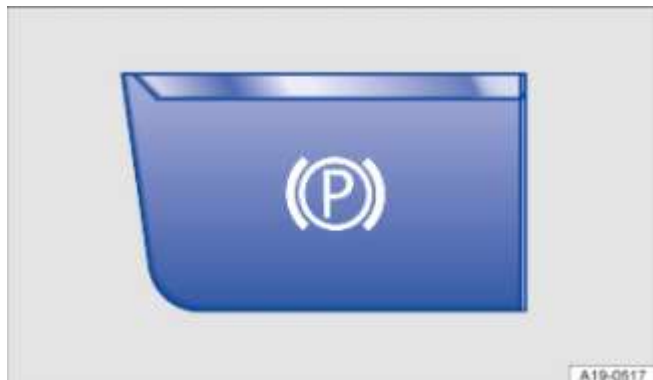
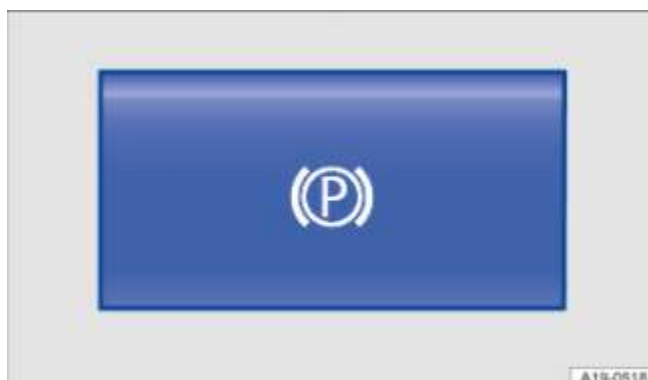

Fig. 123 Dans la console centrale : touche du frein de stationnement électronique pour boîte mécanique.
Fig. 124 Dans la console centrale : touche du frein de stationnement électronique pour boîte automatique ou à double embrayage.
Le témoin de contrôle intégré à la touche → Fig. 123, → Fig. 124 s'allume en jaune.
– Le témoin de contrôle intégré à la touche → Fig. 123, → Fig. 124 et le témoin de contrôle  du combiné d'instruments s'éteignent.
- Enfoncez la pédale de frein et appuyez sur la touche  ➔ Fig. 123, ➔ Fig. 124.